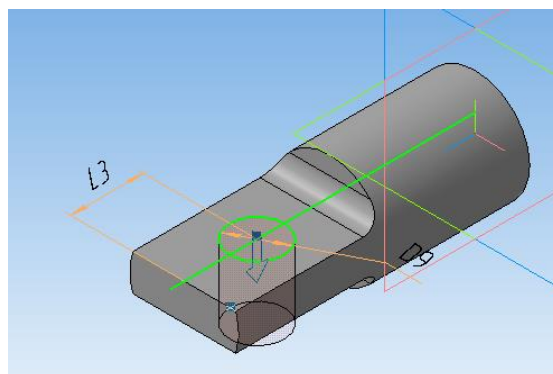

Рисунок 47.
17. Выполните *Вырезать выдавливанием*, задать прямое направление, выбрать способ построения *Через все* (рисунок 47).